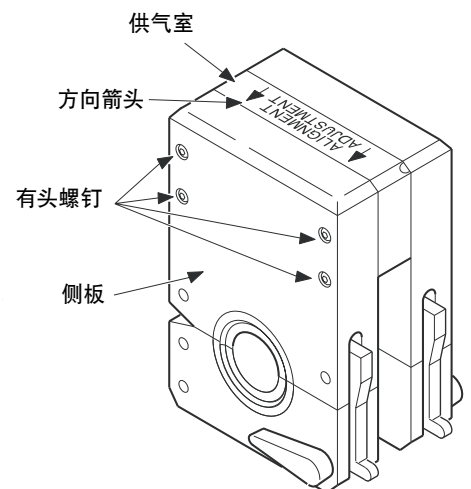

图 17 松开侧板
1. 翻转夹具块, 找到供气室上的方向箭头。箭头指向可调侧板。参考图 17。
2. 使用随夹具提供的 3/32 in. 内六角扳手拧松可调侧板上的四个内六角头螺钉, 使可调侧板相对于供气室松动为止。参考图 17 来确定可调侧板。